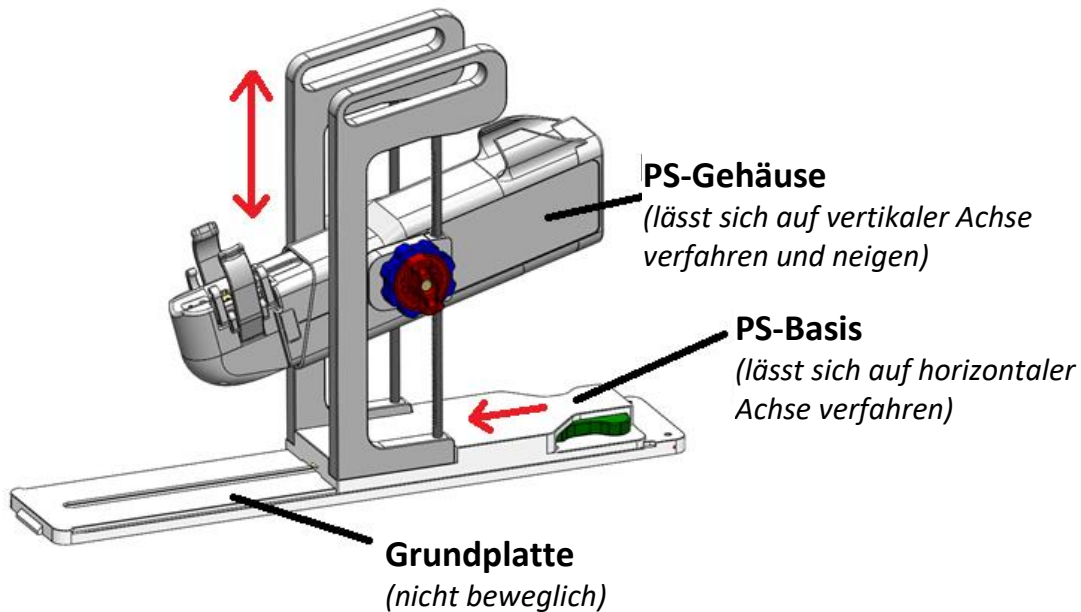

Abbildung 51: Einstellen des Positionierungssystems
5. MRT-MTRA: Bringen Sie das PS manuell in Position, sodass der UA-Greifer im natürlichen Winkel des UA im Patienten ausgerichtet ist. Bewegen Sie die Basis des PS manuell vor und zurück, nach oben und unten, und neigen Sie die Linearachse des PS nach oben und unten (*Abbildung 51*).
**HINWEIS:** Drehknöpfe und Hebel des PS besitzen keine Farbkennzeichnung wie in *Abbildung 51* gezeigt. Sie sind hier lediglich zum Veranschaulichen dieser Anweisungen farblich gekennzeichnet.